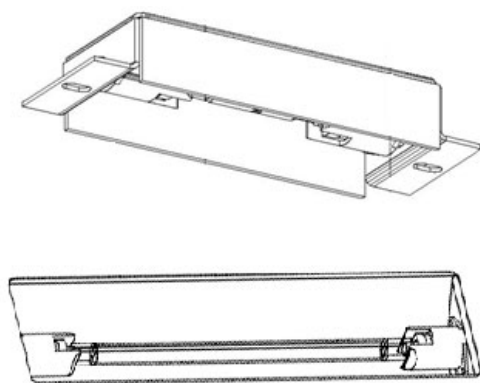

Figura 5.1a
3. Saque la lámpara estropeada moviéndola hacia uno de los extremos del soporte (ver figura 5.1a).